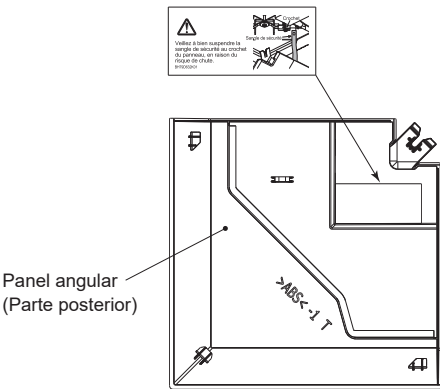

Fig. 6-14
③ Cable de seguridad
④ Gancho
⑤ Tuberías de refrigerante de la unidad principal
⑥ Tuberías de drenaje de la unidad principal
⑦ Etiqueta MITSUBISHI ELECTRIC
- ⑧ Posición inicial de las palancas en la rejilla de admisión
- ⑨ Receptor
⑩ 3D i-see Sensor
6.7. Etiqueta en francés (Fig. 6-14)